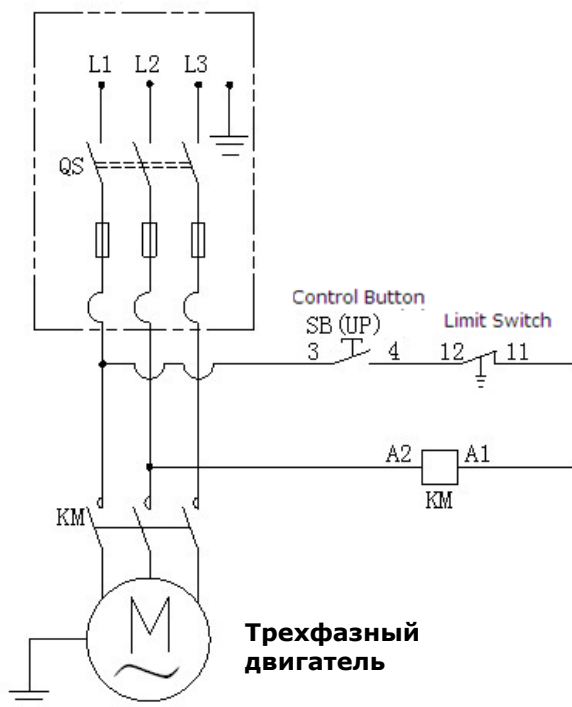

Рис. 39
1. Электрическая схема (См. рис. 39)